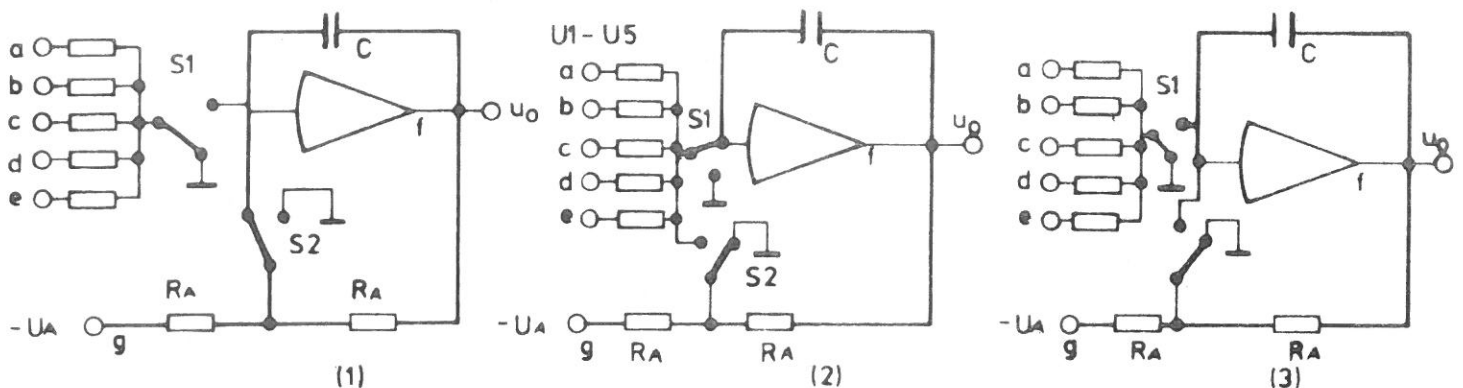

Bild 3 : Einstellmöglichkeiten für die Eingangsschaltung des Integrierers
- (1) Einstellen ; Anfangswert U_A liegt am Eingang (g)
- (2) Rechnen; Die Eingänge über (a) bis (e) liegen am Summierpunkt
- (3) Pause : Der Eingang ist offen
- (4) Automatischer Betrieb: Steuerung der oben genannten Möglichkeiten über einen Multivibrator
Die Grundschaltung des Integrierers ergibt sich auf Grund der oben genannten Möglichkeiten zu Punkt (1) bis (3) nach Bild 3.